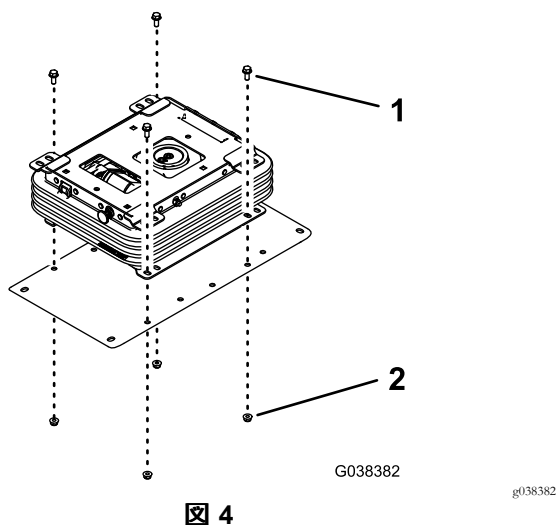

図4
3. サスペンションアセンブリを座席取り付けプレートに仮止めするボルト5/16 x 3/4 インチ4本とナット5/16 インチ4個を使用して図4のように取り付ける。
3. 座席ベースに下側ブラケットを取り付ける 図4。